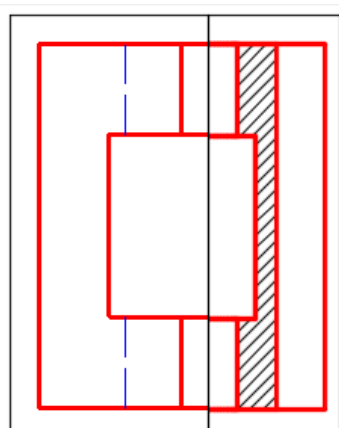

Рис. 26
- а) для вариантов с трёхгранными, четырёхгранными и пятигранными внешними призмами (варианты 1,5,9,13,17,21,25,29, 4,8,12,16,20,24,28, 2,6,10,14,18,22,26,30) сделать рамку видовой экрана вида спереди больше половины и рамку видовой экрана фронтального разреза меньше половины - для отображения ребра призмы на виде (рис. 26, 27);